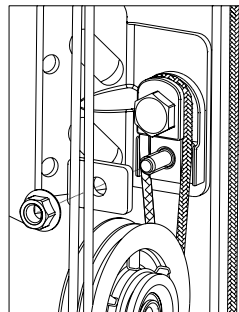

Fig. 18.3.
- Fastgør wire til at stoppet med bolt og møtrik. (fig. 18.3);